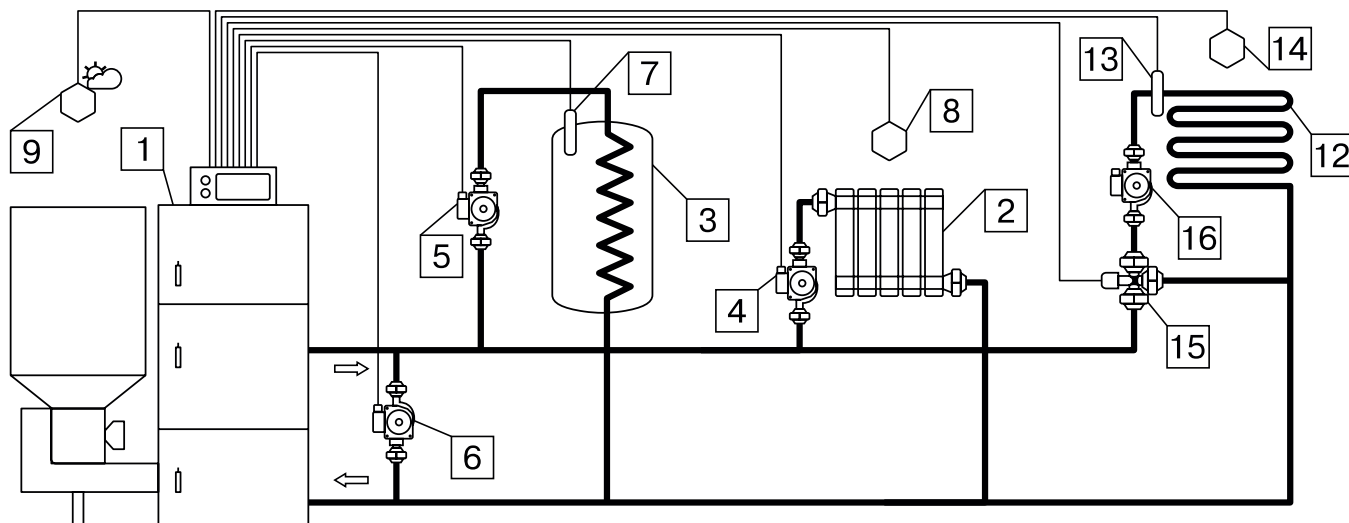
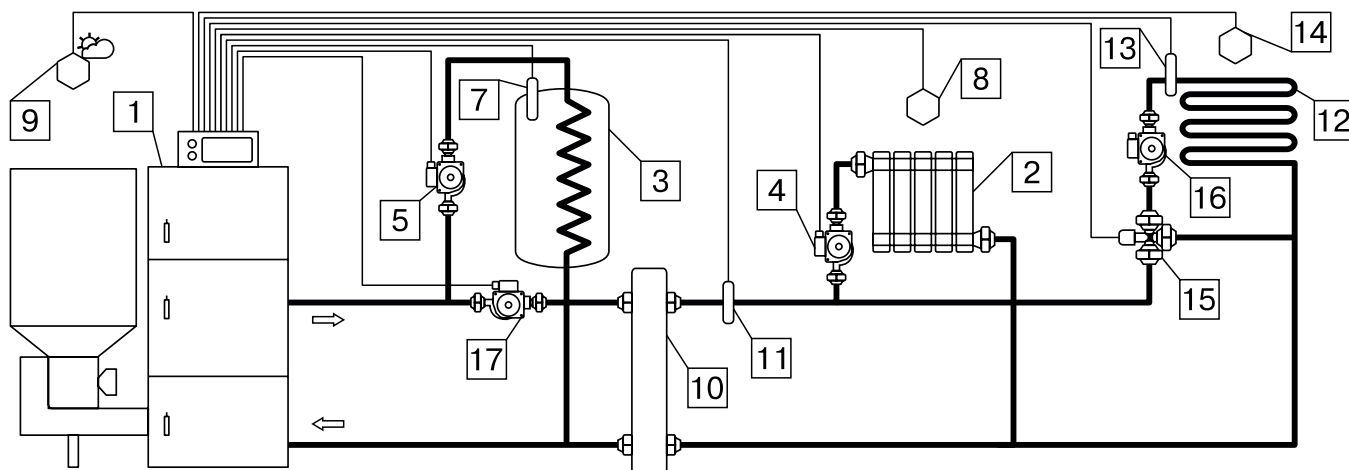

Рис.4 Упрощенная схема подключения котла с узлом рециркуляции.
Рис.5 Упрощенная схема подключения котла с гидроразделителем, контуром ГВС и теплого пола.
8.1. Упрощенные варианты схем монтажа котла с закрытой системой отопления представлены на Рис.4; Рис.5. Представленные схемы не заменяют проектного чертежа закрытой системы отопления и предназначены только для просмотра!